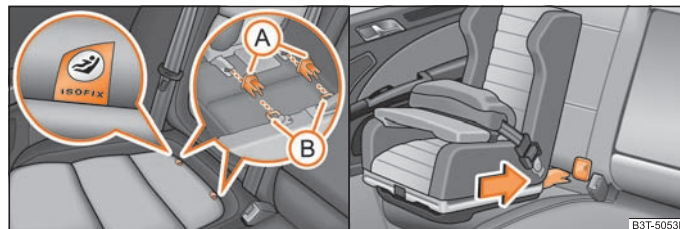

Fig. 168 Inelele de prindere (sistem ISOFIX) / scaunul pentru copii ISOFIX se montează în dispozitivele de prindere existente
sistem „ISOFIX”. Pe scaunele pe care inelele de fixare nu sunt vizibile, pozițiile inelelor sunt marcate cu plăcuțe cu inscripția „ISOFIX” ⇒ fig. 168 - stânga.
- Elementul de prindere (A) ⇒ fig. 168 se introduce în inelele (B) existente la baza îmbinării spătarului scaunului cu perna.
- Împingeți brațele de fixare ale scaunului în ancoraje, până când se aude zgomotul specific de blocare ⇒ fig. 168 - dreapta.